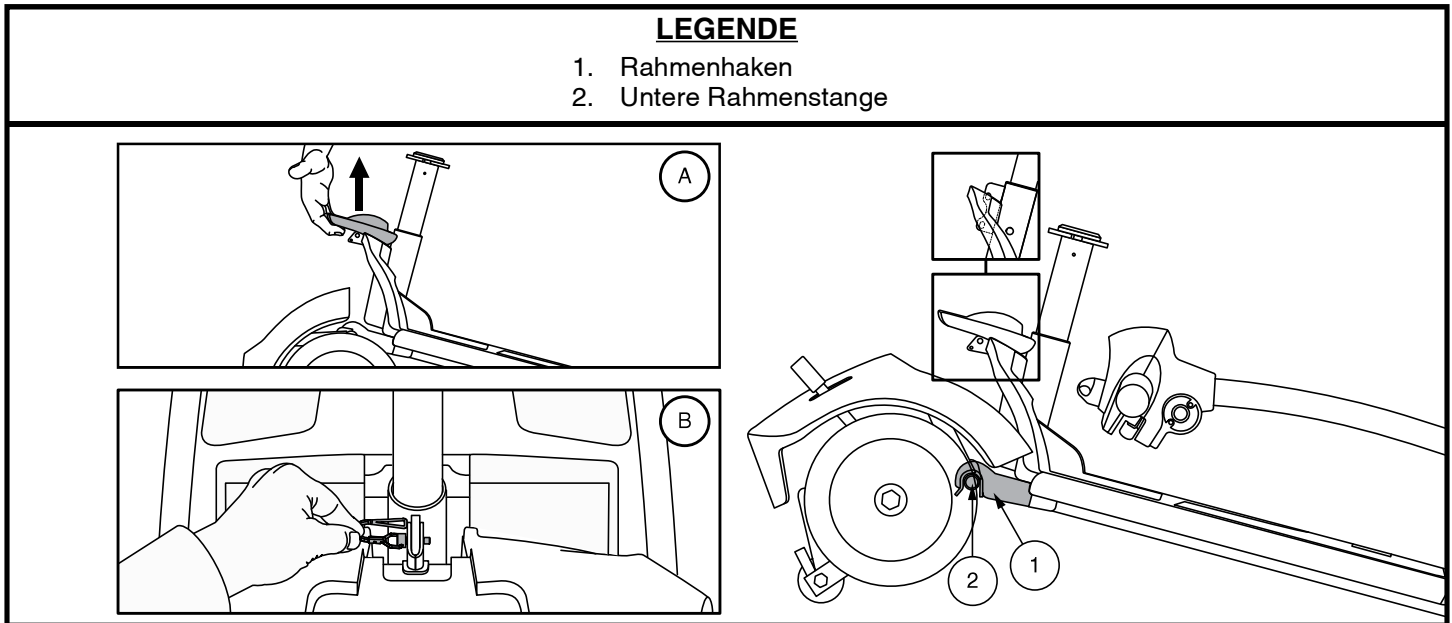

Abb. 33. Rahmenverriegelungshebel (Stil A) and Rahmenverschluss (Stil B)
4. Trennen Sie vorsichtig die beiden Teile. **Siehe Abb. 33.**
HINWEIS: Kippen Sie den hinteren Teil des Elektromobils vor dem Zusammenbau etwas nach hinten auf die Stützräder, wie in Abb. 33 gezeigt.
1. Benutzen Vorderteils den Rahmenverriegelungshebel (oder das Hinterteil an der Sitzstütze anheben für modelle 29, 36, 336, 83 und 84) Sie zum Anheben und richten Sie die Rahmenhaken des Vorderteils an der unteren Rahmenstange des Heckteils aus. **Siehe Abb. 33.**
2. Wenn sich die Rahmenhaken über der unteren Rahmenstange befinden, senken Sie das Vorderteil ab und drehen gleichzeitig das Heckteil. Bei den Modellen AAP4, 39, 40, 44, 40LX, 40X, 44X, 40E, 402E, 44E, 442E, 44LX, 50LX, 50LXLIT, 54LX, 54LXLIT, 53, 53HD, 54, 54HD, 73, 74 und Jazzy ZTS greift dadurch automatisch die Rahmenverriegelung. Bei den Modellen 29, 36, 336, 83 und 84 müssen Sie zum Abschluss der Rahmenmontage außerdem den Rahmenverschlussstift wieder anbringen. **Siehe Abb. 33.**